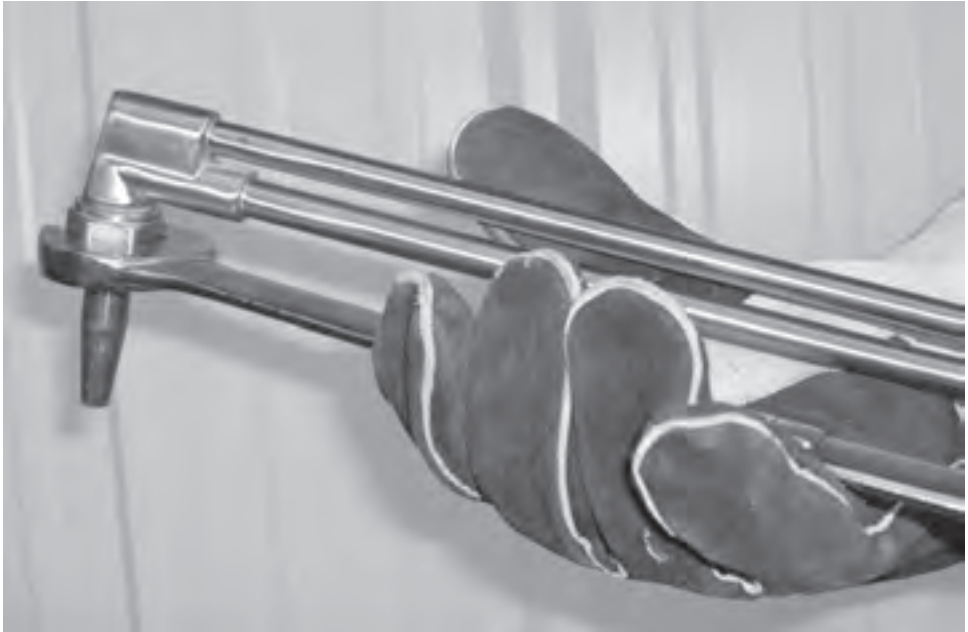

Figura 17: Cómo ajustar la tuerca de la punta
4. Inserte la punta (boquilla) en el cabeza del accesorio para corte. Ajuste bien la tuerca de la punta (boquilla) con una pinza (entre 15 y 20 lbs de torsión) (vea Figura 17).